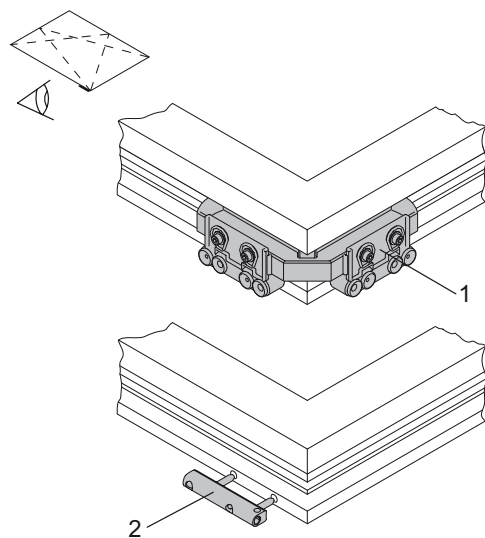

Рис. 12: Нижняя петля на створке FL.KA
18. Монтаж нижней петли на створке FL.KA (Рис. 12):
- Шаблон LE.V.FL.K (1) вставляют в фурнитурный паз и прижимают с силой. Сверлят отверстия сверлом 6 мм. Глубина 20 мм.
- Петлю FL.KA (2) устанавливают в отверстия и крепят двумя шурупами 4,2 мм x 40 мм. Длина шурупов минимум 40 мм.